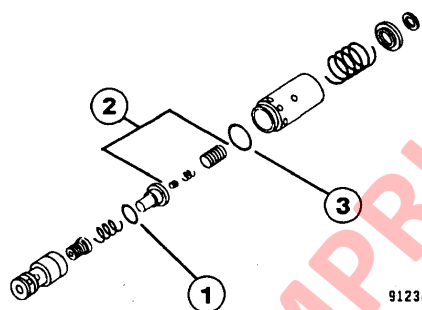

FIGURA 6-8. CONJUNTO DE LA VALVULA DE IMPACTO Y SUCCION
NOTA: Si es necesario un posterior desensamblado para las válvulas de impacto y succión consulte la Figura 6-8.
NOTA: La válvula del amplificador de flujo está equipada con dos válvula de impacto y succión idénticas. A las válvulas de impacto y succión se les da servicio como conjunto de válvulas completos. Los anillos de goma 1 y 3, Figura 6-8 son reemplazables. A la válvula de retención (47) y a la válvula de contrapresión (15) se les da servicio sólo como conjuntos.